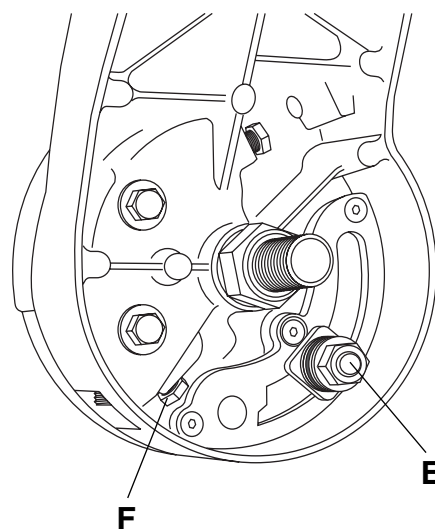

Figure 2. Réglage de la butée d'inclinaison à 45° à gauche
5. Placez la clé plate de 10 mm sur la tête de boulon 'F'. Tout en tournant le boulon 'F', observez l'inclinaison de la lame et continuez jusqu'à ce que la lame soit alignée sur la surface à 45° de l'équerre combinée. (Figure 2)
2. Placez la clé plate de 17 mm sur la tête du boulon 'E' (Figure 2).